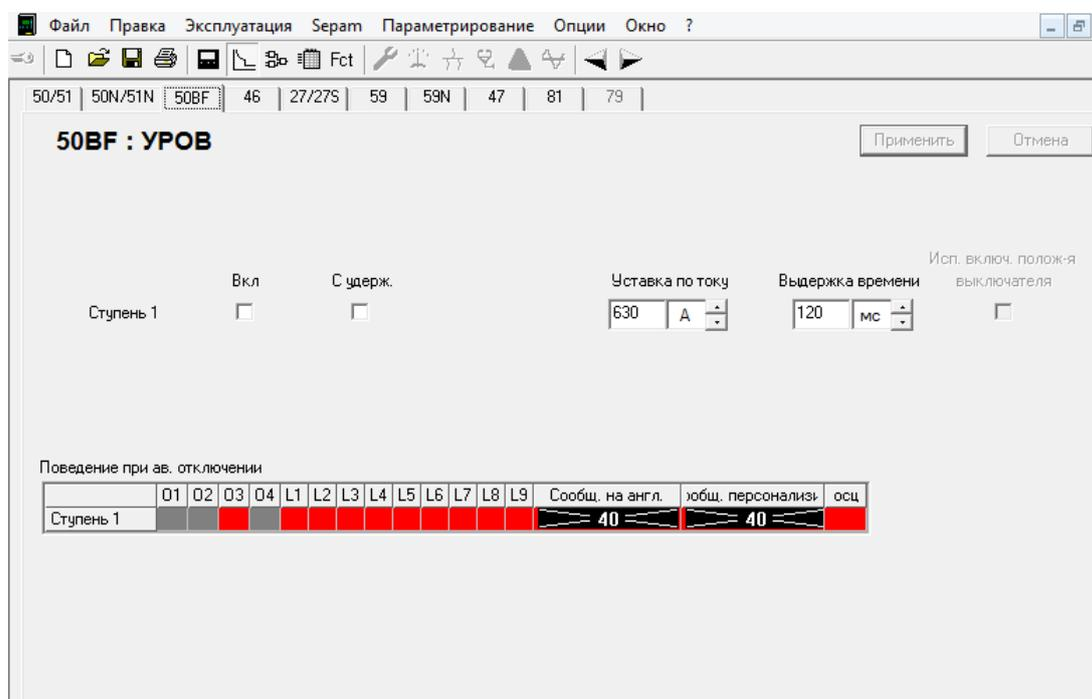

Рис. 5.11. Окно настройки защиты от отказов выключателя
- Защита от отказов выключателя 50BF (рис. 5.11).
Вкладка 50BF (рис. 5.11) предназначена для настройки защиты от отказов выключателя (устройство резервирования отказов выключателя – УРОВ). Здесь задается уставка по току и выдержка по времени, а также поведение при аварийном отключении.